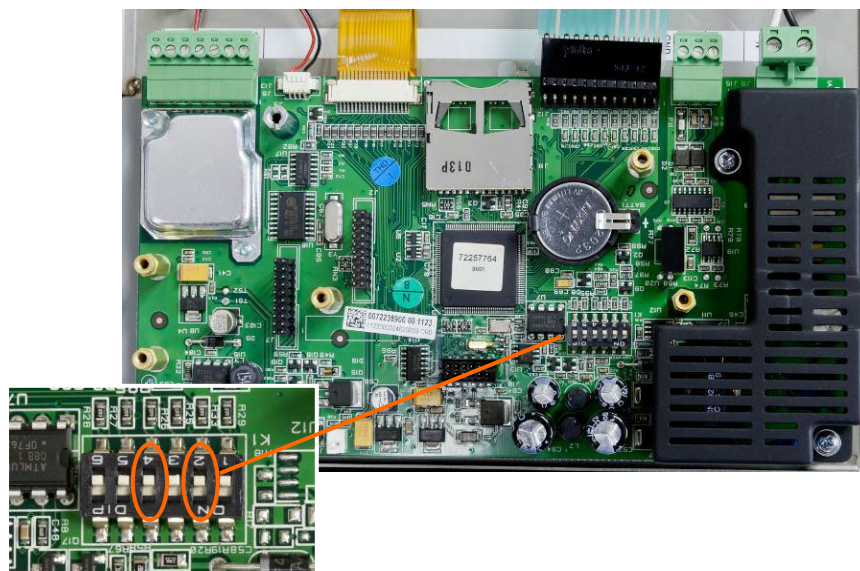

Figura 5-15: Interruptores SW1-2 y SW1-4
2. Coloque el interruptor SW1-2 en la posición de encendido como se muestra en la Figura 5-15.
- La posición del SW1-4 (indicada en la Figura 5-15) determina si los datos EEPROM metrológicamente significativos para calibración de la báscula se restablecen cuando se ejecuta un reinicio maestro. El SW1-4 debe colocarse en "ON" para restablecer los datos EEPROM. Si el SW1-4 está apagado, los datos EEPROM **no** serán afectados por el reinicio maestro y la calibración inicial persistirá.